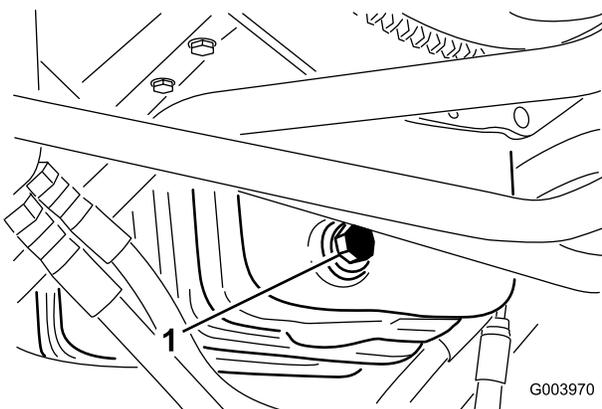

Figura 60
1. Retire o tampão de escoamento (Figura 60) e deixe o óleo escorrer para um recipiente adequado.